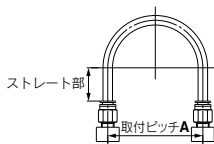
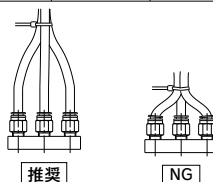

図1 推奨配管図
図2 結束バンドで配管を束ねた場合
- ①ワンタッチ管継手に配管する際は図1の推奨配管条件にて、チューブ長さに余裕を持った配管をしてください。また、結束バンドなどで配管を束ねる場合には継手に外力が加わらないよう配管してください。(図2参照)